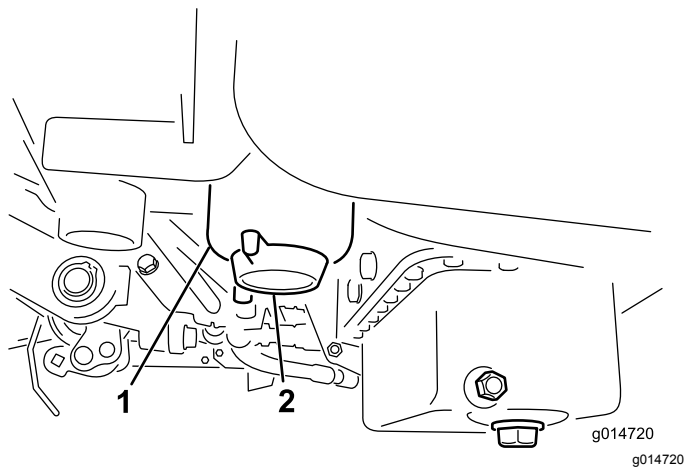

图30
2. 清洁滤清器过滤筒的安装区域 图30。
4. 打开滤清器排油塞 图30。